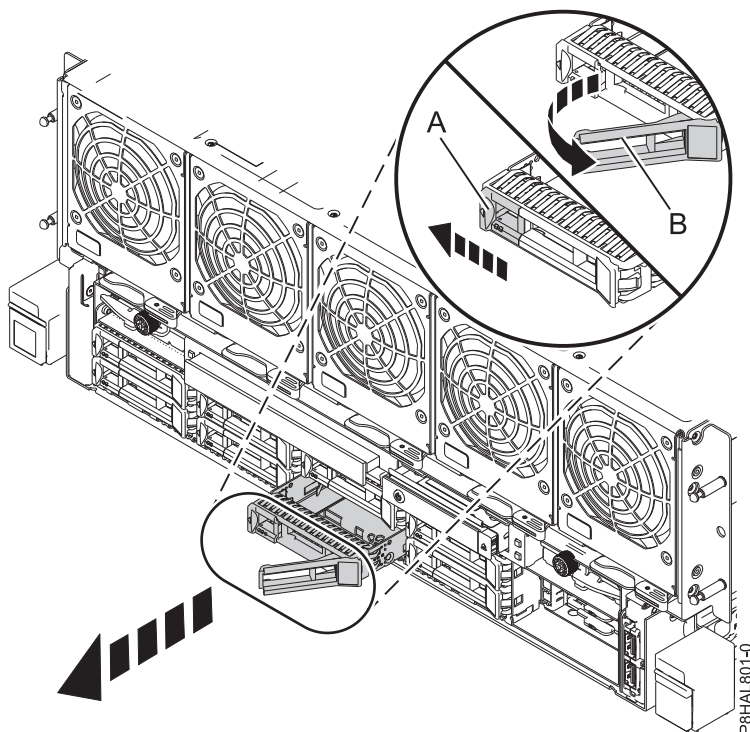

Figura 17. Extracció d'una unitat de disc del sistema 8408-44E o 8408-E8E
3. Desbloquegeu la nansa de la unitat **(B)** fent pressió al pestell de la nansa **(A)** i estirant-lo cap a vosaltres, tal com es mostra a Figura 17. Si la nansa encara no ha sortit del tot, la unitat d'estat sòlid no podrà lliscar fora del sistema.